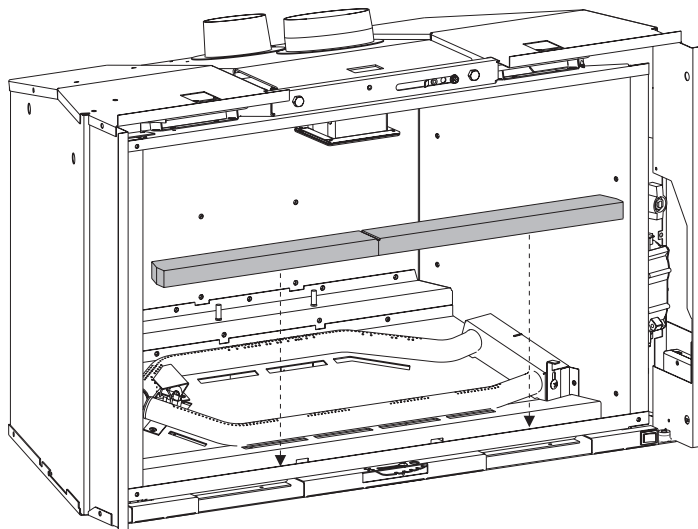

Figure 1
2. Poser les garnitures du fond gauche et droit comme montré à la **Figure 1**.